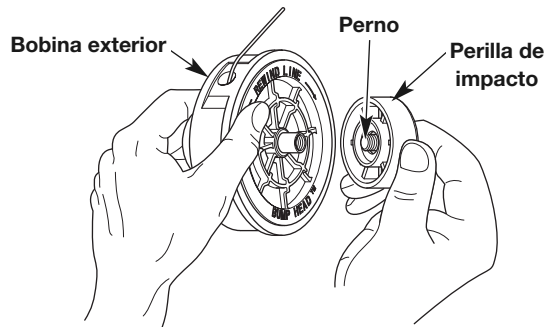

Fig. 12
1. Sostenga la bobina exterior con una mano y desenrosque la perilla de impacto en sentido contrario a las agujas del reloj (Fig. 12).